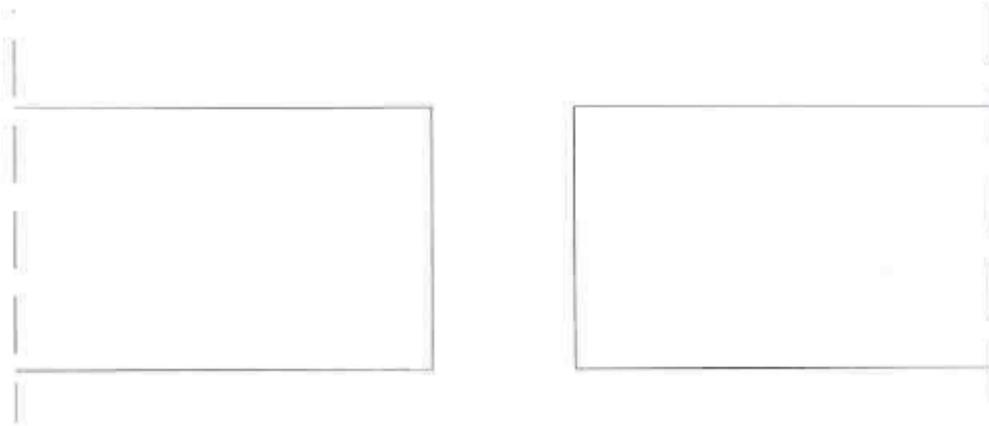

Fig. 3.
4.3.3. Fig. 3. 과 같이 단부가 밀봉 된 평행면을 갖는 선형 조인트에 적용